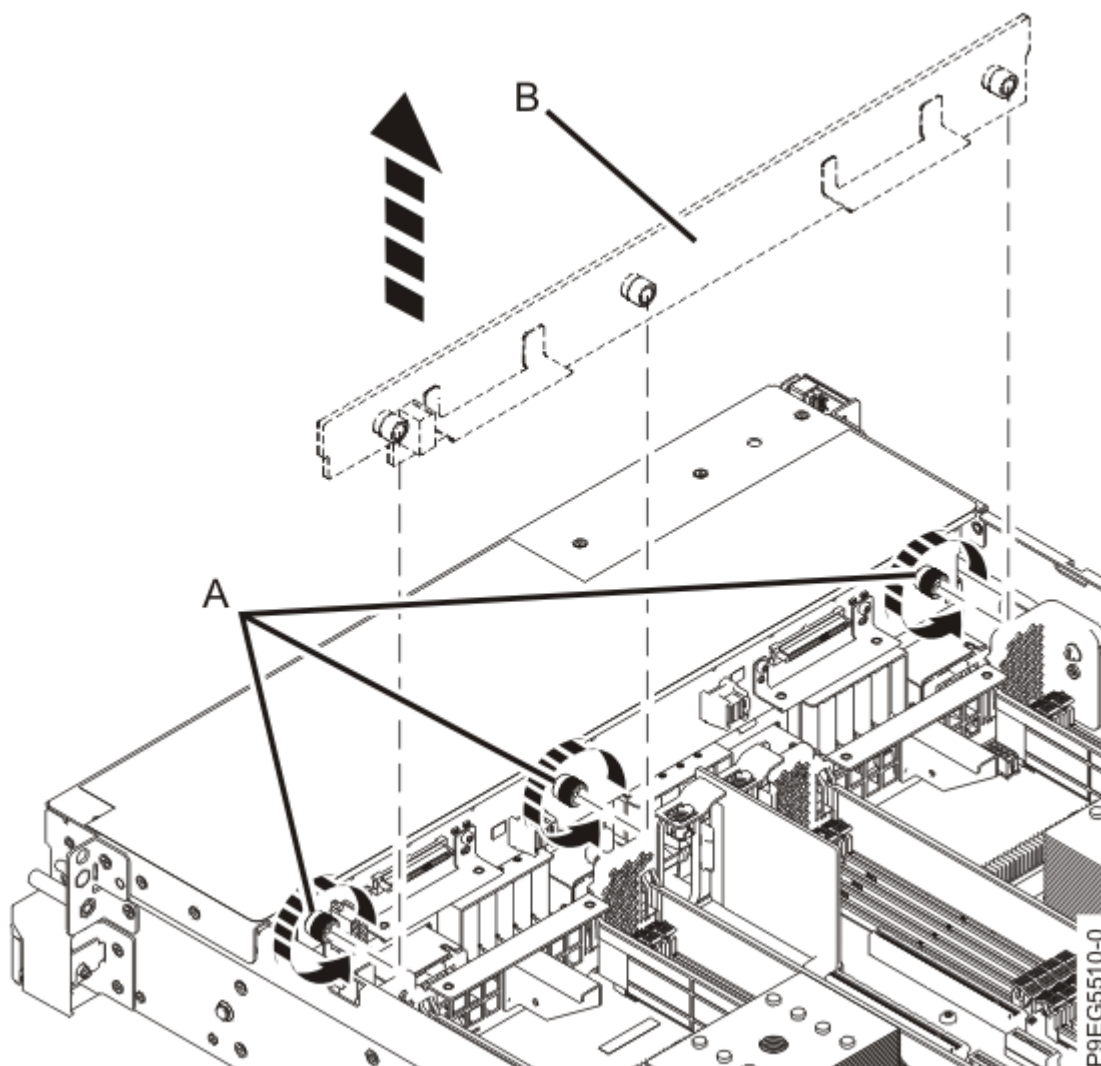

図 13. ディスク・ドライブ・バックプレーンのねじを緩める
9. 15 ページの図 13 に示すように、ディスク・ドライブ・バックプレーン (B) の 3 本の拘束つまみねじ (A) を、完全に緩むまで回します。